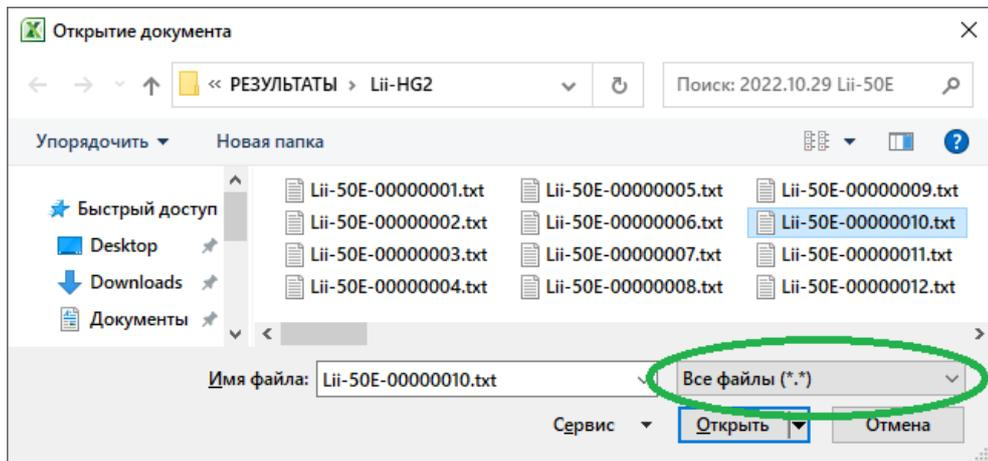

Рисунок 55 - Выбор файла с результатами измерений
- В открывшемся окне выбрать из списка типов файлов вариант "Все файлы" (см. рисунок 55);